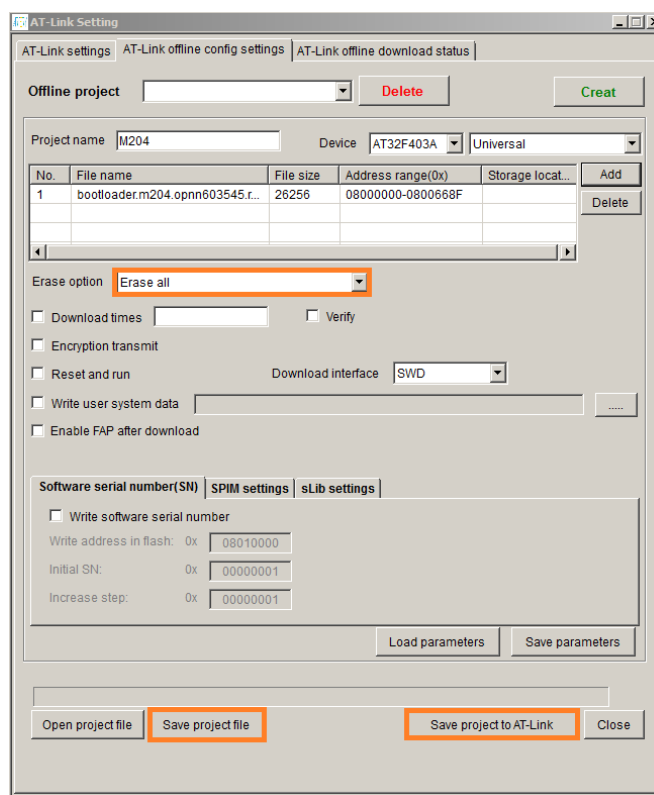

Рисунок 5.8 – Создание проекта
5.4.13 Выбрать пункт **Erase all** в выпадающем списке в поле **Erase option** (рисунок 5.8).